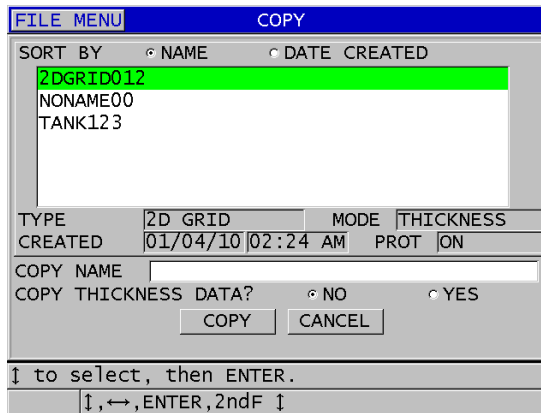

Figura 11-17 Copiar arquivo
3. Na tela **COPY** (COPIAR) (consulte Figura 11-17 na página 214):